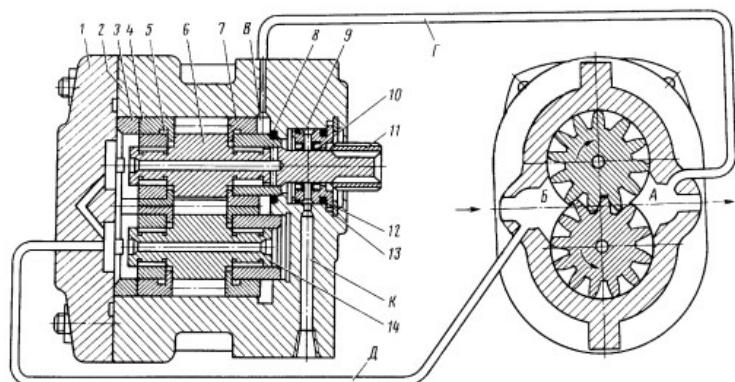

Рис. 9.3. Гидронасос НШ-39М:
- 22 Используя рисунок 9.3, объясните какой целью выполнены каналы Г,Д,К в гидронасосе НШ-39М?